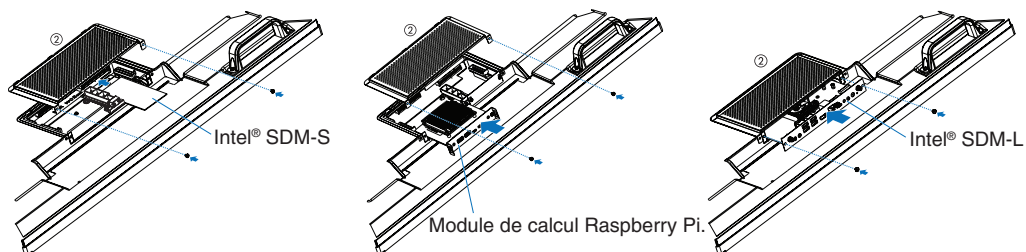

Figure 2
4. Fixez le CACHE D'OPTION ② à l'aide des vis retirées (**Figure 2**).
5. Insérez la carte d'option dans le moniteur et fixez-la à l'aide des vis retirées (**Figure 2**).